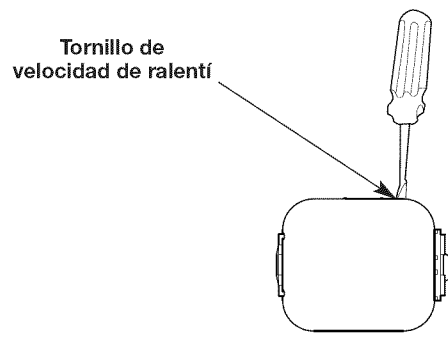

Fig. 15
2. Mueva el control de velocidad a la posición LENTO y deje que el motor funcione en ralentí. Si el motor se para, aumente la velocidad de ralentí. Use un destornillador Phillips pequeño para girar el tornillo de velocidad de ralentí en el sentido de las agujas del reloj, 1/8 de giro cada vez hasta que el motor funciona al ralentí de manera uniforme (Fig. 15).